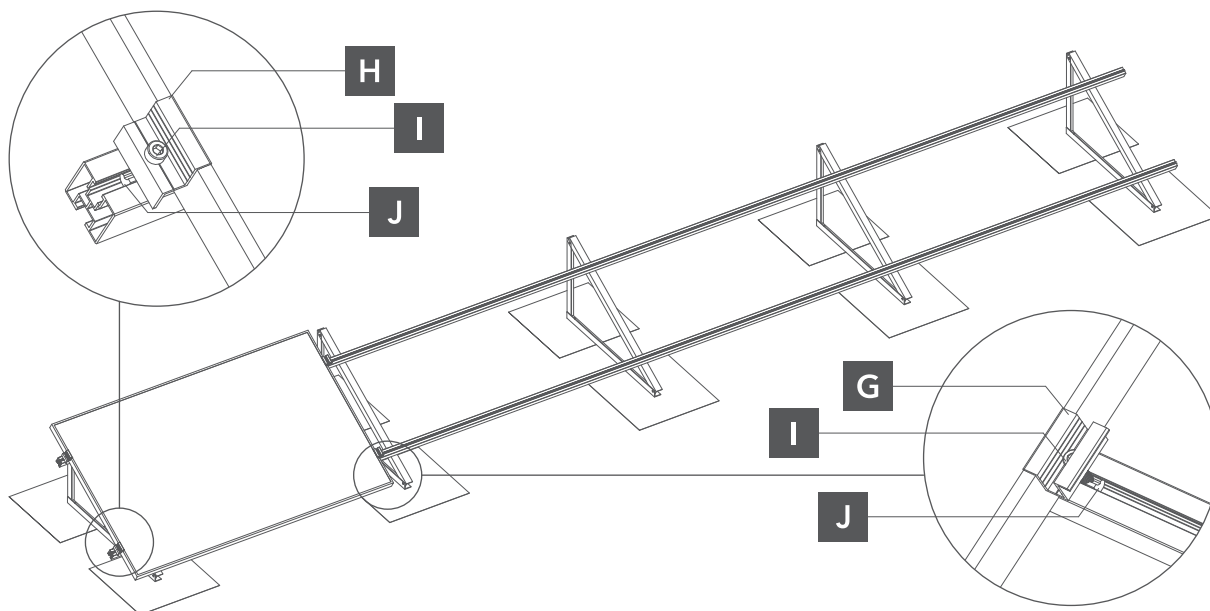

Abb. 7. Befestigung der Module an der Montageschiene
- 6** Legen Sie das erste, äußere Photovoltaikmodul auf die Montageschienen und befestigen Sie es mit Eckklemmen, indem Sie es halten. Die Eckklemmen werden mit Innensechskantschrauben M8 sowie einem M8-Nutenstein befestigt. Montieren Sie dann die mittleren Klemmen, ohne sie zu befestigen. Nach dem Anbringen der nächsten Module können Sie die mittleren Klemmen befestigen. Dieser Vorgang sollte für alle Module in der Reihe wiederholt werden (Abb. 7).